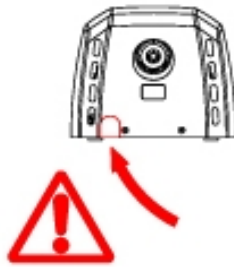

Рисунок 12.
- Также очень важно убедиться в том, что у смонтированного и привинченного к основанию корпуса имеется пластиковое защитное устройство, которое должно быть размещено в нижней окошке в форме перевернутой буквы "U" (Рисунок 12).